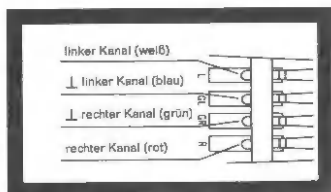

Fig. 16
4. Die Anschlüsse am Systemträger sind gekennzeichnet, die Anschlußlöcher sind farbig (Fig. 16). Verbinden Sie die Anschlußlöcher des Systemträgers mit den entsprechenden Anschlußstiften des Tonabnehmersystems.